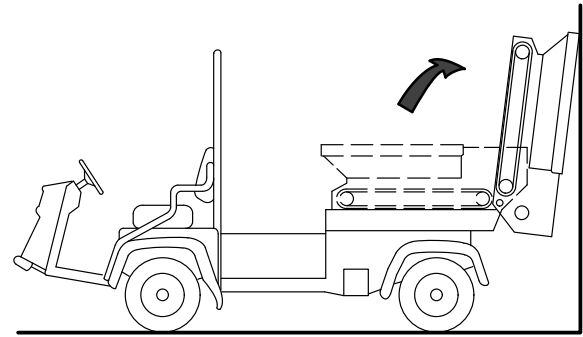

Figure 33
5. Faites pivoter la trémie en arrière et appuyez-la contre un mur, une échelle, etc. N'appuyez pas la trémie contre l'arrière de la machine car cela pourrait endommager la brosse ou les raccords hydrauliques (Figure 33).
Important: Veillez à faire pivoter la trémie au-delà du centre et/ou à l'appuyer solidement contre le mur ou le montant pour l'empêcher de tomber accidentellement dans la zone de travail (Figure 33).